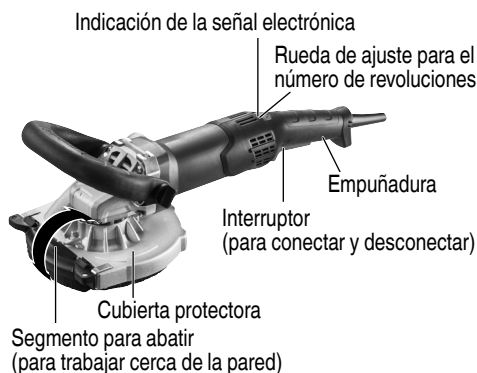

Fig. 4
1. Trabajos cercanos a la pared (Fig. 4)
- Ajustar revoluciones (Fig. 4)
Herramientas con sistema electrónico VTC y TC: (Fig.4)